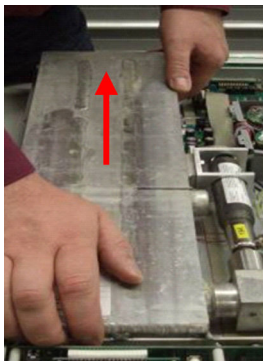

Abb. 94: Tank herausziehen
15. Tank im hinteren Bereich anheben und vorsichtig nach hinten herausziehen (Abb. 94).